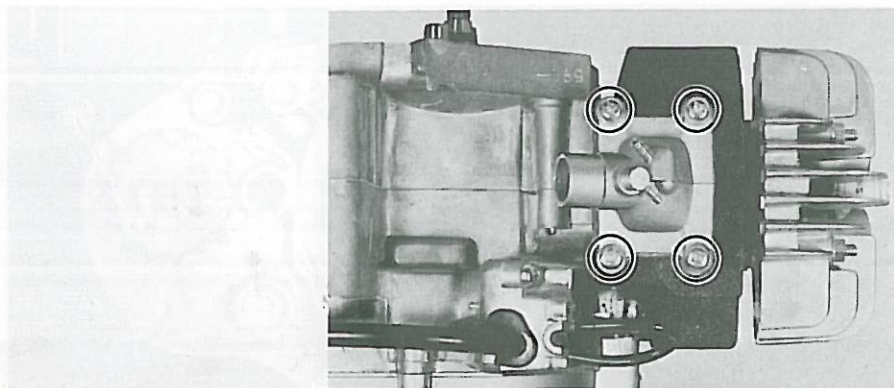

Fig. 3-2-1
Remove reed valve assembly holding bolts (4), carburetor joint and reed valve assembly. (Fig. 3-2-1)
Enlever les boulons (4) du raccord de carburateur, et enlever le raccord et la soupape assemblée. (Fig. 3-2-1)
Danach die Halteschrauben (4) der Zungenventileinheit herausschrauben, das Vergaserverbindungsstück entfernen und die Zungenventileinheit herausnehmen. (Fig. 3-2-1)